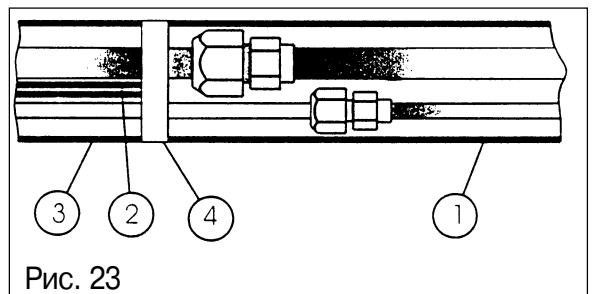

Рис. 23
5. Теплоизолируйте отдельно каждую трубу и места их соединений. Толщина теплоизоляции должна быть не меньше 6 мм (см. рис. 23). Свяжите вместе трубы холодильного контура, шланг отвода конденсата и электрические кабели с помощью виниловой ленты (стойкой к ультрафиолетовому излучению).
6. После присоединения трубопроводов убедитесь в том, что трубы холодильного контура, электрические кабели и шланг для отвода конденсата хорошо изолированы с помощью трубы из резины с закрытыми порами (толщиной 6 мм), обмотаны пластиковой лентой, стойкой к ультрафиолетовому излучению, и надлежащим образом проходят через отверстие в стене. Закрепите теплоизоляцию (1) с помощью липкой ленты (4), как показано на рис. 23.